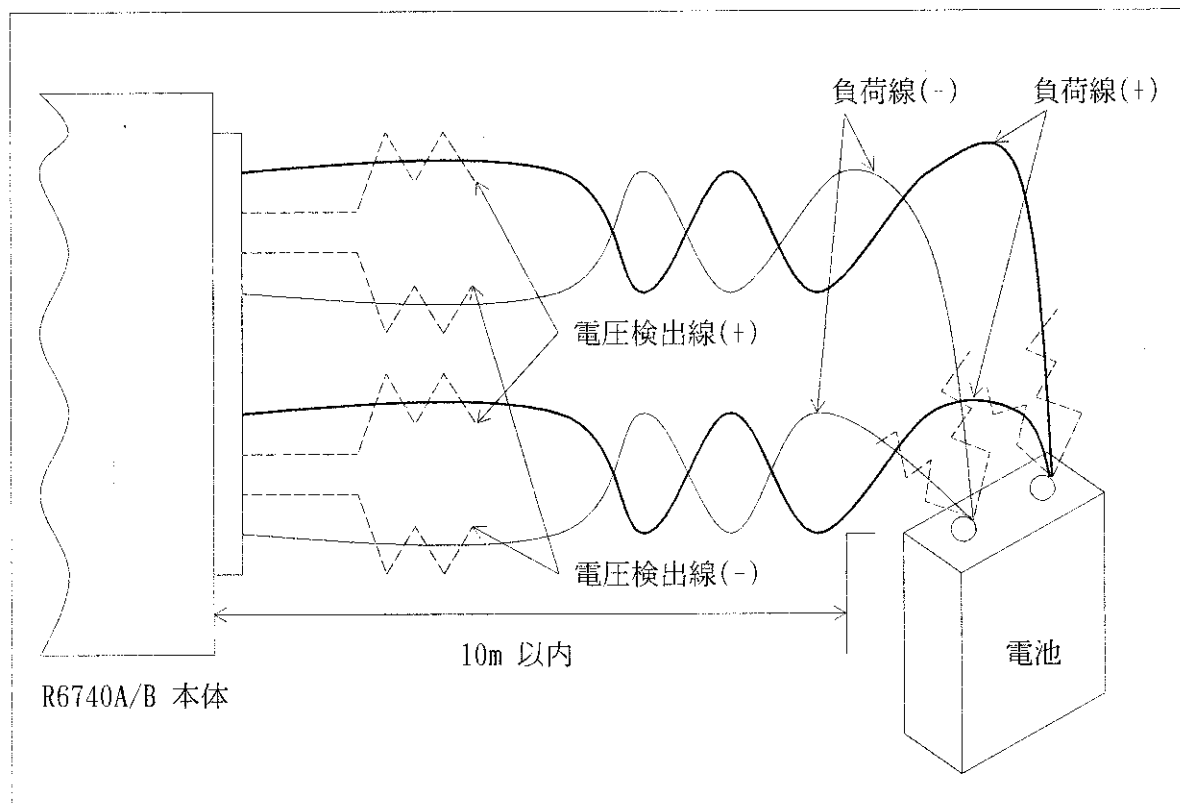

図6-8 2ch 並列接続例
- CVCCモードで使用するとき、[図6-8]のように全chを4線式ペア線で接続して下さい。